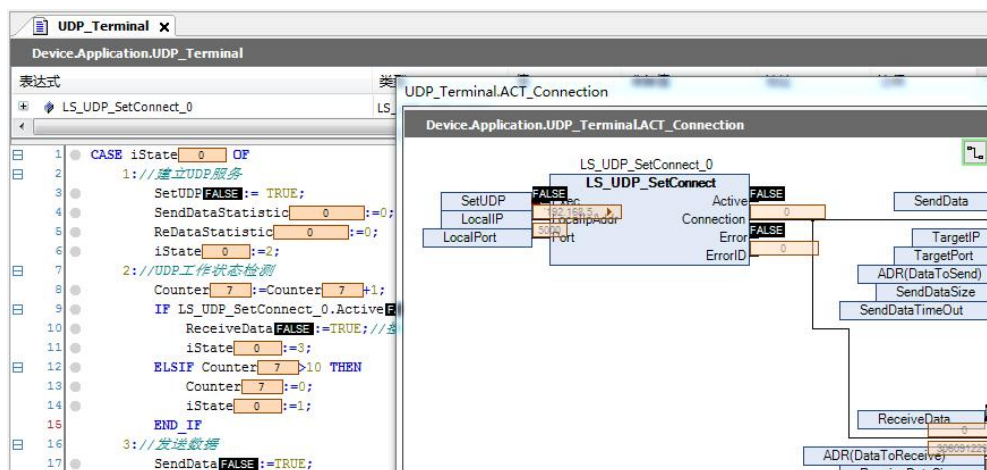

图4.76 启动控制器UDPIP服务整体程序
- 4) 完成控制器程序编程，编译OK后连接控制器，将程序下载到控制器中，点击运行按钮或者按F5，运行程序，并将iState的值强制为1启动控制器UDPIP服务，如图4.76所示；